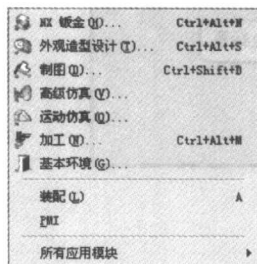

图 1-4 进入功能模块
- 单击【标准】工具栏上的“开始”按钮 ,弹出下拉菜单,如图 1-4 所示。该下拉菜单列出了各种功能模块的名称,用户可以根据需要选择相应的功能模块进行设计。例如要进入建模模块,则新建或打开部件文件后选择【建模】命令即可。